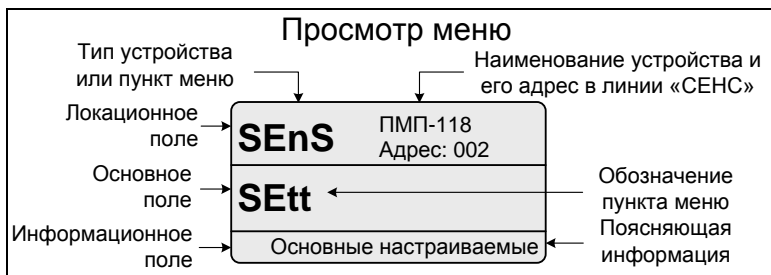

Рисунок 9
– текущий пункт меню отображается на табло сигнализатора (рисунок 9). Переход к следующему или предыдущему пункту меню осуществляется кратковременным нажатием правой или левой кнопки соответственно.